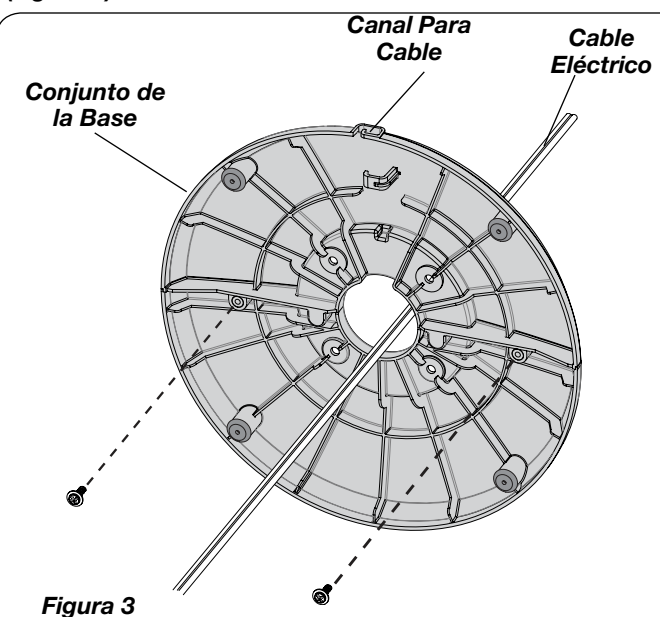

Figura 3
2. Fije las mitades de la base con (2) tornillos M4 X 13 mm. Pase el **Cable Eléctrico** por el gran orificio que se encuentra del **Conjunto de la Base**. **NOTA:** El **Canal Para Cable** en la parte inferior de la base debe estar hacia la parte posterior del Calentador. (Figura 3)